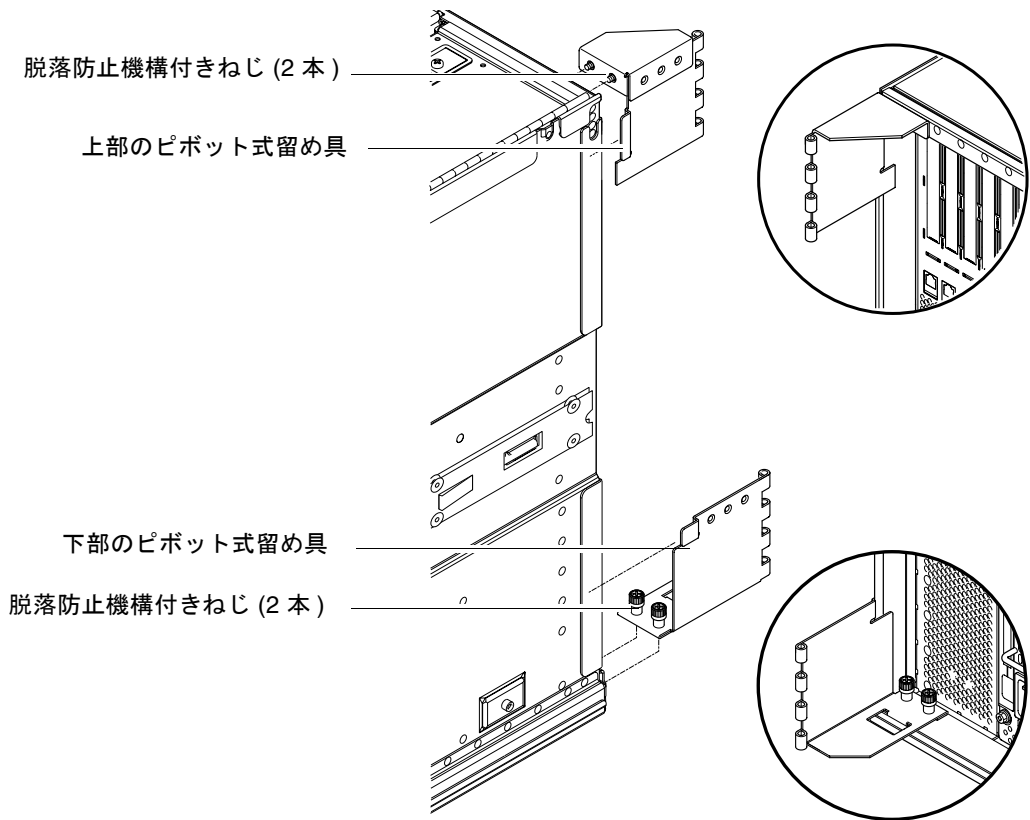

図 1-19 上部および下部のピボット式留め具の取り付け
2. 電源ケーブルアームの下部のピボット式留め具からヒンジピンを取り外します (図 1-19)。
3. 2本の脱落防止機構付きねじを使用して、システムに上部のピボット式留め具を固定します (図 1-19)。
4. 2本の脱落防止機構付きねじを使用して、下部のピボット式留め具を固定します (図 1-19)。